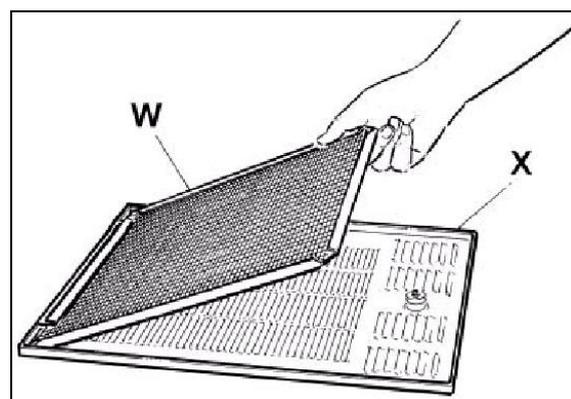

Fig. 29
- Enlever le filtre du condensateur W et le nettoyer à l'eau ou à l'aide d'un aspirateur (voir fig.29).